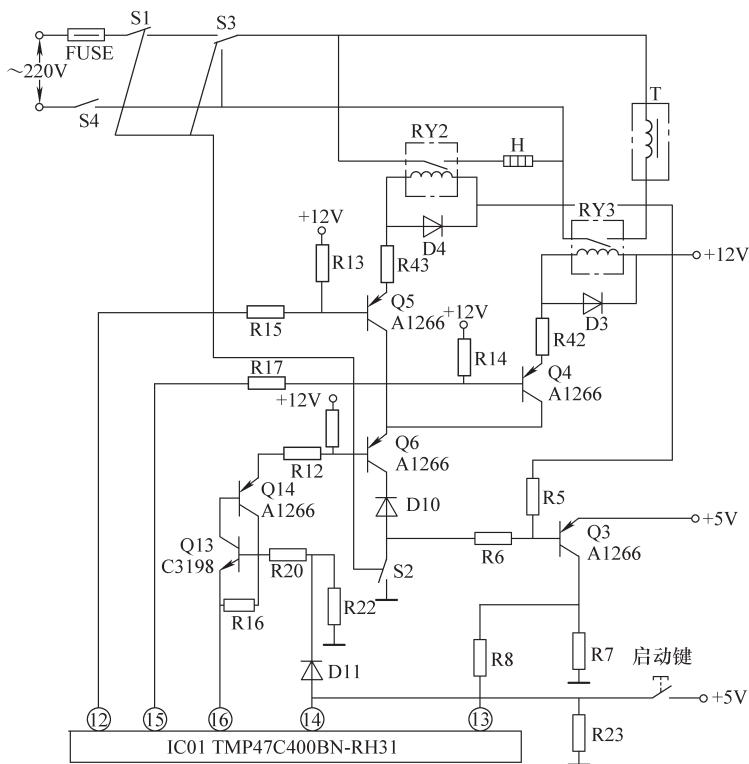
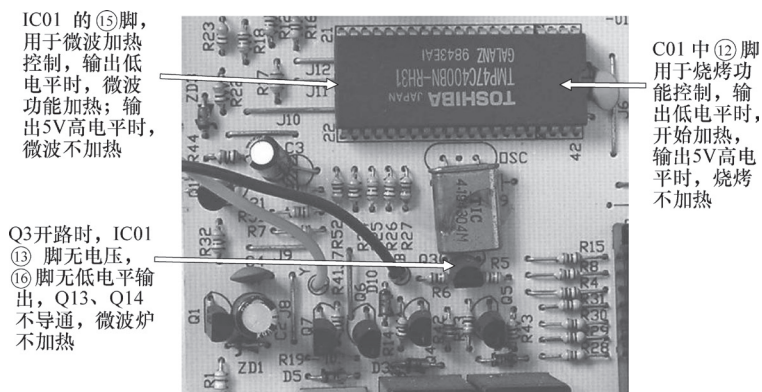

图 4-58 门监控开关及待机控制电路
图 4-59 单片机与待机控制元件实物组装图
故障微波炉具有单片机控制功能，当其微波和烧烤功能均失效时，应首先检查门监控开关及待机控制电路，其电路原理如图 4-58 所示。
在该机中，Q13 与 Q14 组成模拟晶闸管，一旦其中有一只管子被触发导通，模拟晶闸管则被锁定在导通状态，直至关闭供电电源。因此，它在电路中主要起待机预备控制。在图 4-58 中，Q13 和 Q14 组成的模拟晶闸管能否被启动电压触发导通，主要决定于 IC01 (TMP47C400BN-RH31) ⑩脚的输出状态，而⑩脚的输出状态又决定于 S₂ 和 Q3 是否导通。其中 S₂ 为门控联锁开关，当其导通时，Q3 才因基极被钳位于低电平而呈导通状态，使 IC01 ⑬脚输入高电平，然后在单片机内部编程软件控制下使 IC01 ⑩脚输出 0V 低电平。因此，当 Q13 和 Q12 不能进入自锁导通状态时，还要注意 IC01 的⑬脚外接电路及 Q3、S₂ 是否正常。
在图 4-58 中，IC01 (TMP47C400BN-RH31) 为单片机集成电路，它的⑩脚与 Q13、Q14 及 Q6、D10、S2 等组成待机预备及控制电路，其实物组装如图 4-59 所示。在电路正常时，IC01 ⑩脚有高/低转换电平输出。